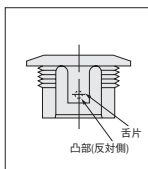

図2
5. 圧力計自体をパネルマウントケースより取りはずす場合は、取付リングをはずしてから、パネルマウントケース下部に設けある舌片を指先でめくり上げ、圧力計を押しますと簡単に取りはずせます。舌片をめくらずに無理に圧力計を取りはずそうとしますと、舌片の内側にある脱落防止用の凸部が損傷する可能性がありますので注意してください。(図2参照)